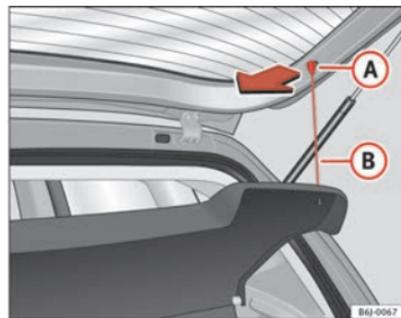

Fig. 85 Chapeleira
- Desengate os tirantes ⇒ fig. 85 (B) dos alojamentos (A)